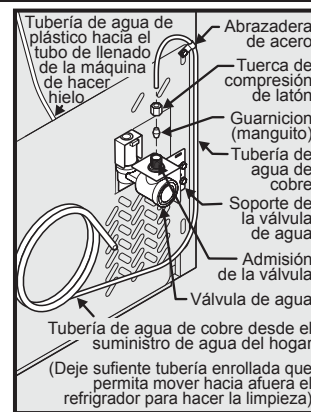
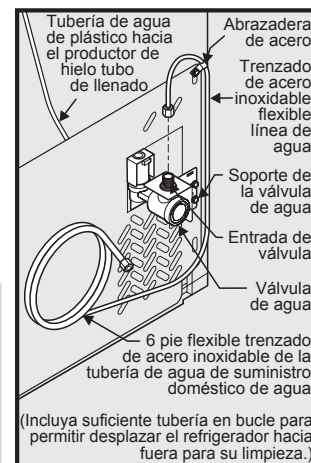

figura 1
figura 2
- Si utiliza tuberías de cobre, deslice la tuerca de compresión de latón y la guarnición (manguito) en la tubería de suministro de agua. Inserte la tubería de agua en la admisión de la válvula de agua tan adentro como sea posible (1/4" / 6 mm). Inserte la guarnición (manguito) en la admisión de la válvula y apriete a mano la tuerca de compresión en la válvula. Apriete media vuelta adicional con una llave. NO apriete demasiado. **Vea la figura 1.** Si utiliza tubo de acero inoxidable flexible trenzado: la tuerca ya va montada en la tubería. Deslice la tuerca en la entrada de la válvula y apriete con el dedo la tuerca a la válvula. Apriete otra media vuelta con una llave; NO apriete excesivamente. **Vea la figura 2.**